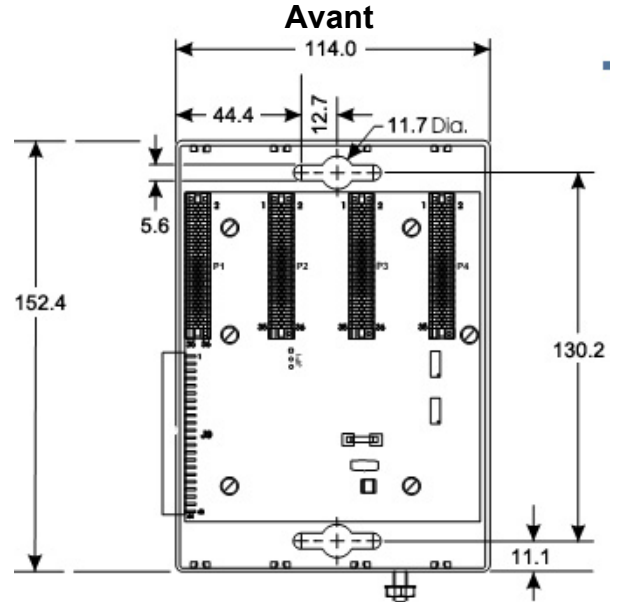

Figure 3. Dimensions du boîtier d'extension à 4 emplacements ControlWave Micro (en millimètres)
- Boîtier d'expansion.** Positionnez le boîtier d'expansion à la droite du boîtier de base et repérez l'emplacement des orifices de fixation en utilisant le boîtier d'expansion comme modèle (voir *Figure 3* pour les dimensions).